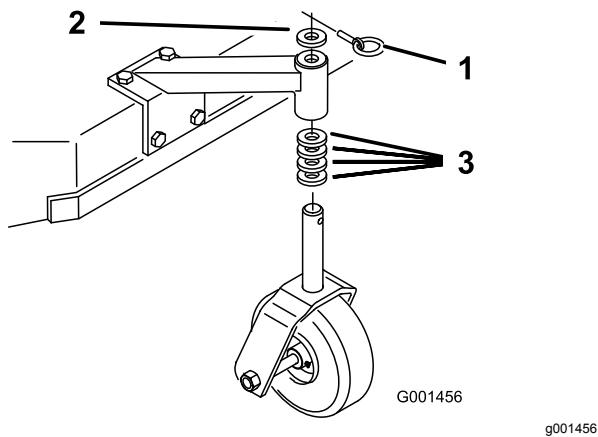

Figura 17
1. Regolate i distanziali delle ruote orientabili in modo che corrispondano al foro dell'assale selezionato (Figura 17); fate riferimento a Tabella dell'altezza di taglio \(pagina 21\) e .
2. Staccate il perno di bloccaggio, estraete la ruota orientabile dal supporto e cambiate i distanziali (Figura 17).
3. Montate la ruota orientabile nel supporto e inserite il perno di bloccaggio (Figura 17).